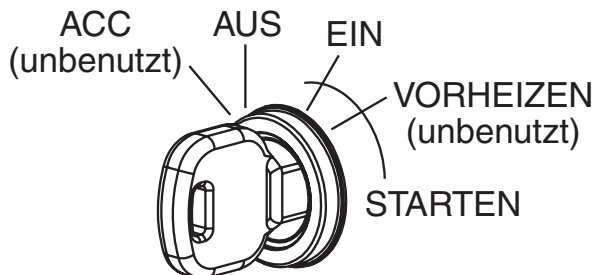

Figure 11. Zündschalter und Zündschlüssel
3. Stecken Sie den Zündschlüssel in den Zündschalter (Figure 11).